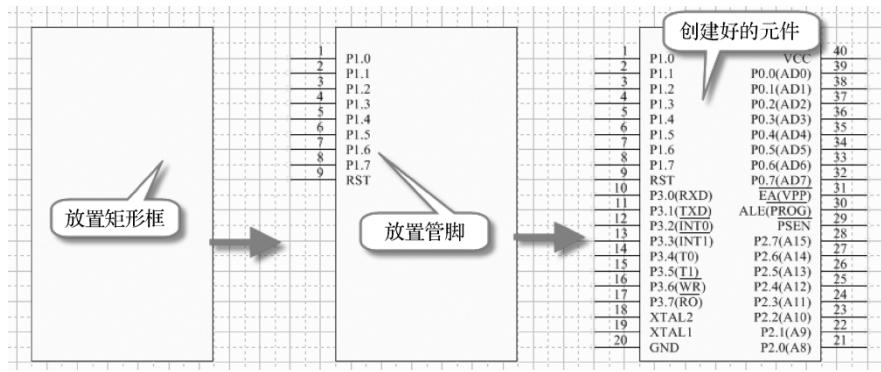

图 5-107 “89C51” 元件创建的过程
- (2) 执行菜单命令“放置-矩形”，在工作区的中心位置放置一个合适的矩形框。
- (3) 执行菜单命令“放置-管脚”，在矩形框的边缘放置管脚。在放置状态下按“Tab”键，更改管脚名称为“P1.0”，管脚序号为“1”。
- (4) 重复第(3)步，直至把 89C51 芯片的管脚都放置完毕，如图 5-107 所示。